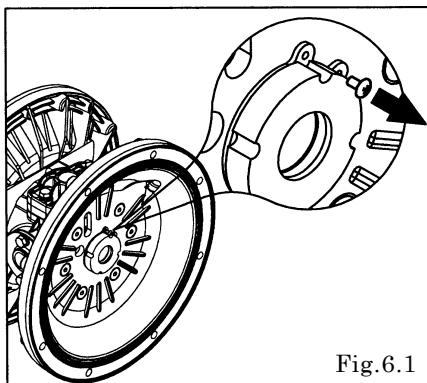

Fig.6.1
- ・プラスドライバーでタッピングネジを取り外す。〔Fig.6.1〕
- ・ガイド用アダプター（専用工具：部品番号 804129）を使用してスロートベアリングを取り外す。〔Fig.6.1〕